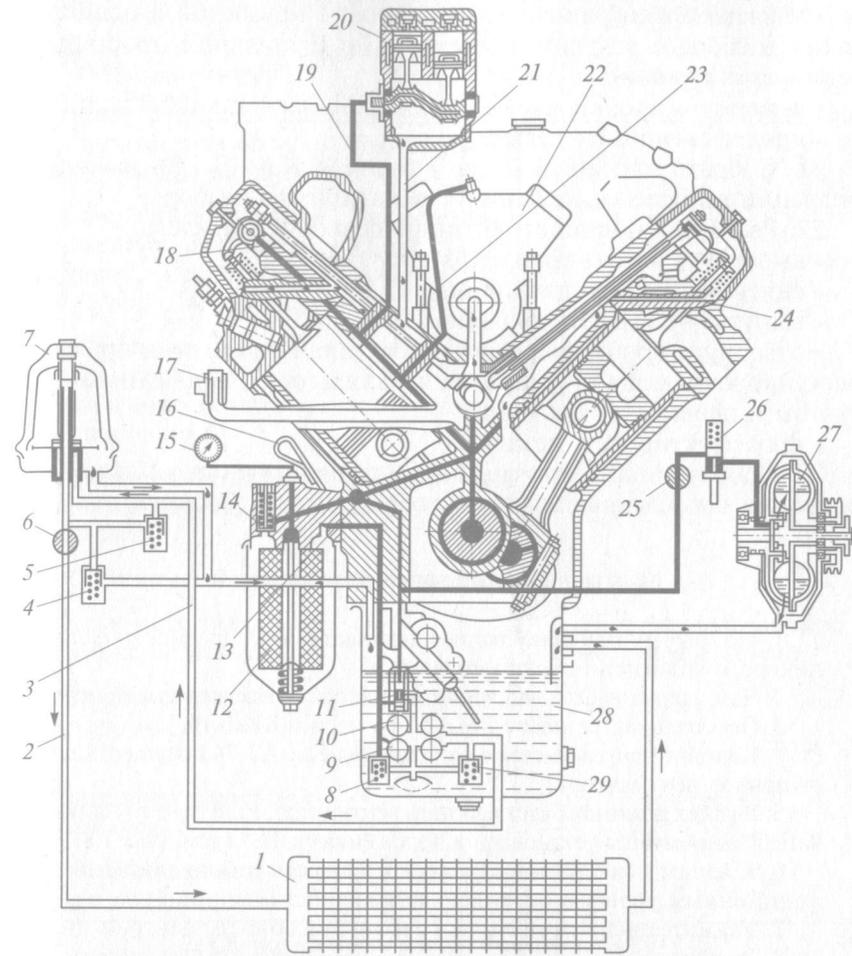

Рис. 1.12. Смазочная система двигателя автомобиля КамАЗ-740:
19. Изучить *устройство* и работу *смазочной системы двигателя КамАЗ-740* (использовать для работы рис. 1.12).